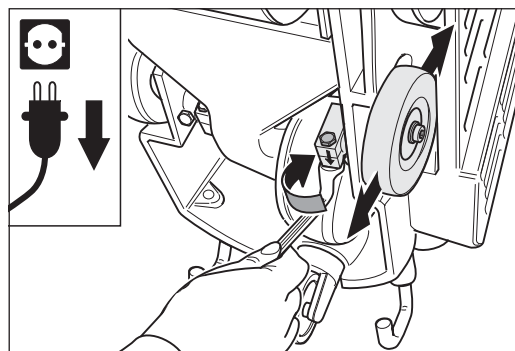

Abb. 73 Die Schraube an der rechten Radklemmung (von unten betrachtet) lösen.
- 7 Lösen Sie die Klemmschraube an der Radklemmung des einstellbaren Rads (Abb. 73) und legen Sie die Einstellvorrichtung nochmals an das Maschinengehäuse an.